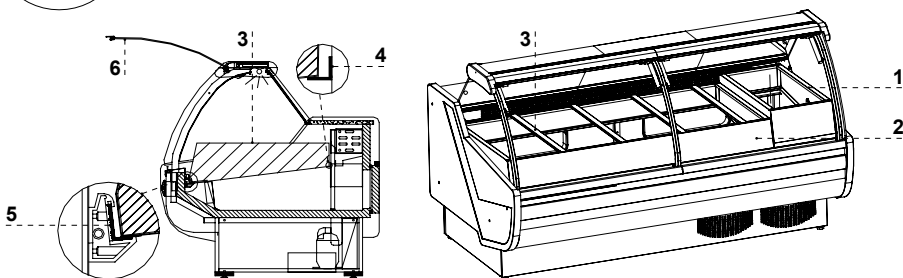

Рис.5 Расположение ванны для салатов в «Santiago Gastro»
1. Установить экспозиционные полки, помещая их на алюминиевых угольниках Рис.5/4;5 (стр.44)
ВНИМАНИЕ: В случае витрин типа «Gastro» перед укреплением стеклянного бока следует вытянуть из витрины универсальную ванну для салатов Рис.5/1 (стр.44), чтобы иметь свободный доступ к боку ABS и чтобы иметь возможность свободно прикрутить стеклянный бок при помощи прижимов стекла Рис.6/1 (стр.45).